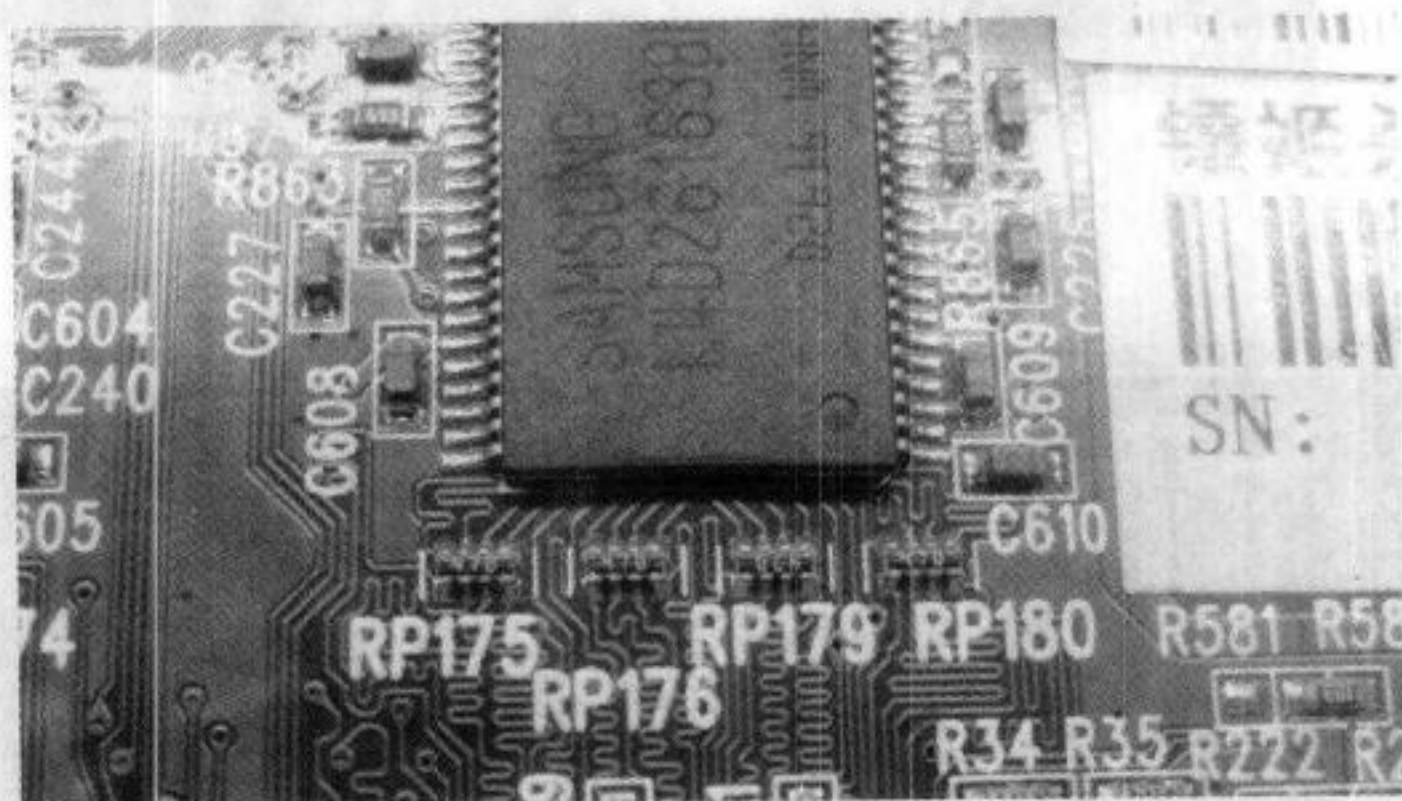

图 3-48 数据线上的串联排阻
(1) 对显卡进行全面的外观检查, 是否有掉件、烧坏、断线等外观问题。
(2) 运行显存测试程序, 根据显存排列图找出报错的数据线。必要时需要使用“短接法”才能准确定位报错的数据位。
(3) 如果报错的只是独立的某个或几个数据位, 可以参照显存脚位定义图测显存数据线的二极管值, 也可以更换显存芯片排除。显存与 GPU 间数据线上有串联电阻的如图 3-48 所示, 注意检查阻值是否正常。